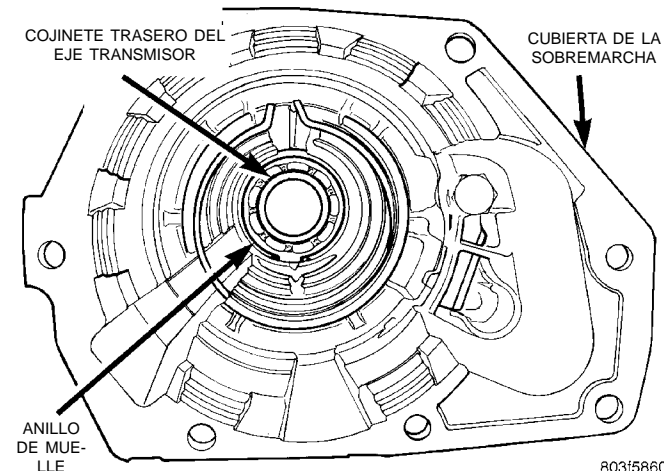

Fig. 41 Cojinete trasero del eje transmisor
(1) Retire del vehículo la unidad de sobremarcha.
(2) Retire de la cubierta el tren de engranajes de la sobremarcha.
(3) Retire el anillo de muelle que sujeta el cojinete trasero del eje transmisor en la cubierta de la sobremarcha (Fig. 41).
(4) Con un insertador apropiado a través del extremo trasero de la cubierta, retire el cojinete de la cubierta.
(1) Coloque el cojinete de recambio en su posición en la cubierta.
(2) Con un insertador apropiado, introduzca el cojinete en la cubierta hasta que sea visible la acanaladura del anillo de muelle.
(3) Instale el anillo de muelle para sostener el cojinete en la cubierta (Fig. 41).
(4) Instale el tren de engranajes de la sobremarcha en la cubierta.
(5) Instale en el vehículo la unidad de sobremarcha.